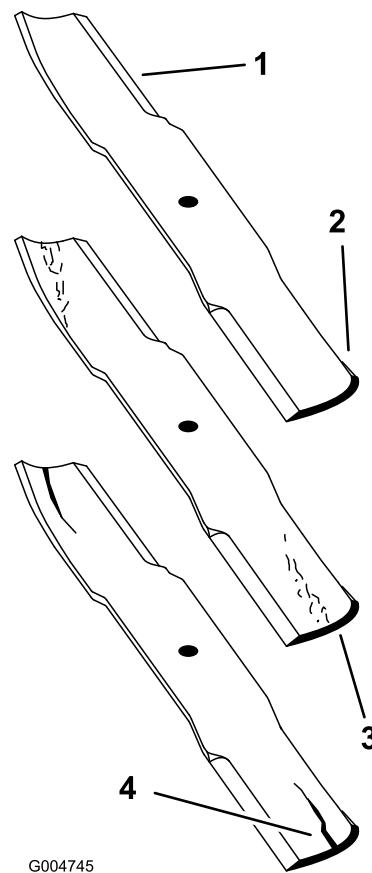

Figure 71
1. Examinez le tranchant des lames (Figure 71). Si les lames ne sont pas tranchantes ou si elles présentent des indentations, déposez-les et aiguissez-les (voir Aiguisage des lames).
2. Inspectez les lames, surtout la partie incurvée (Figure 71). Remplacez immédiatement toute lame usée ou qui présente une fissure ou une entaille (repère 3 de la Figure 71).